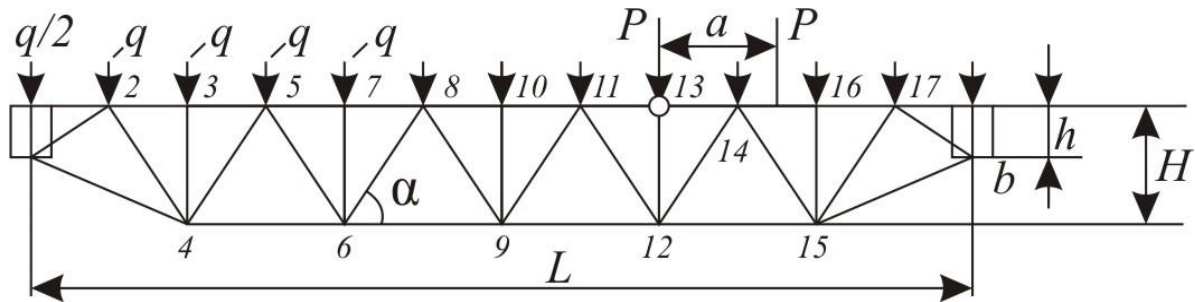

Рисунок 19
**Завдання 10.** Знайти зусилля у стрижнях кранової ферми (рис. 19) від власної ваги і рухомого навантаження.
2. Власна вага ферми  $G_\phi$  розподіляється рівномірно по вузлах верхнього пояса, причому на крайні вузли прикладаємо половину навантаження. Оскільки ферма на рис. 19 має 13 вузлів, то навантаження на вузол
Як об'єкт зварного вузла узяти вузли кранової ферми, яка наведена на рис. 19.